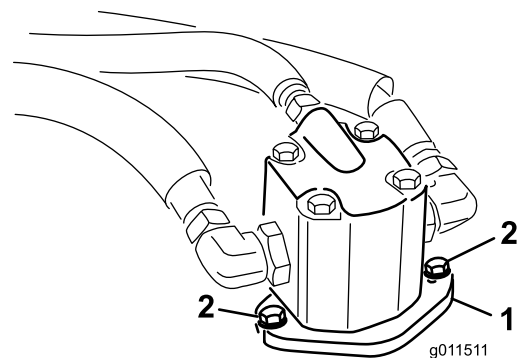

Bild 84
4. Entfernen Sie die Schrauben, mit denen der Hydraulikmotor am Mähwerk befestigt ist (Bild 84).